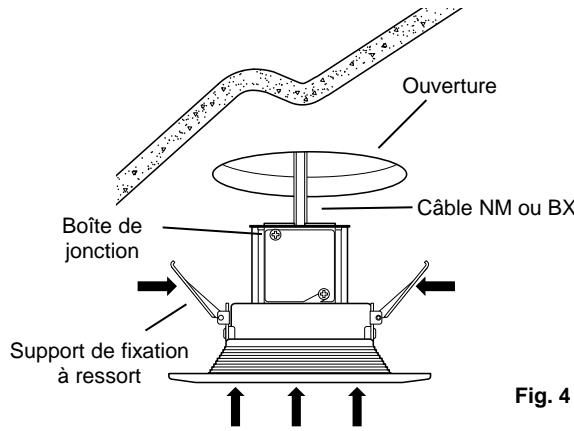

Fig. 4
- Soulevez le luminaire encastré vers l'ouverture du plafond, tout en poussant l'excédent de câble NM dans l'ouverture. (Fig. 4)
- Levez et serrez les supports de fixation à ressort contre les parois de la boîte de jonction, tel qu'illustré, et insérez le luminaire encastré dans l'ouverture du plafond, en faisant passer la boîte de jonction en premier. (Fig. 4)